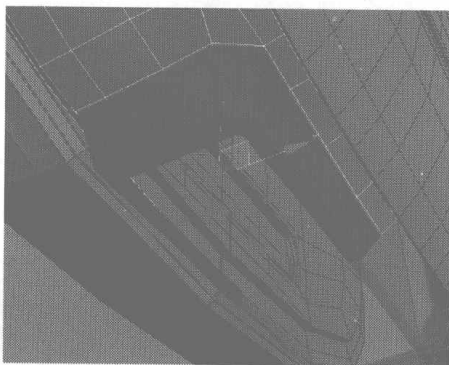

图 4.353
- 23** 继续调整插线孔周围的节点与边线,直到满意为止。选择如图 4.353 所示调整好的插线孔处的面,在 Edit Geometry 卷展栏中单击 **Detach** 按钮,在弹出的对话框中依照默认值进行设置,并单击 OK 按钮,将该面单独分离出来。